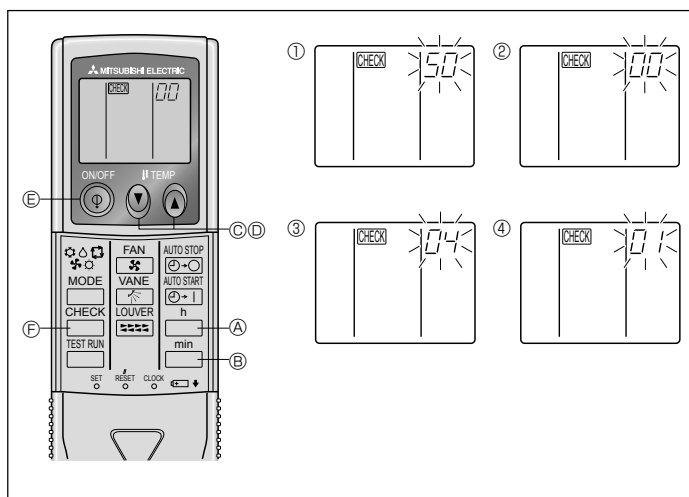

Fig. 6-10
- ⑧ Druk op de toets MODE E , de modus en de instellingsnummers (I) en (II) zullen continu gaan branden. De instelling kan nu worden bevestigd.
- ⑨ Druk tegelijkertijd op de knoppen FILTER A en TEST RUN B en houdt die tenminste twee seconden vast. De functieselectieweergave verdwijnt tijdelijk en het bericht koelsysteem OFF verschijnt.
2) Voor de draadloze afstandsbediening (Fig. 6-10)